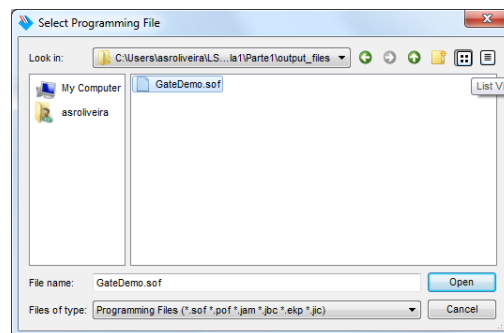

Figura 27 – Seleção do ficheiro de programação da FPGA (ficheiro “*GateDemo.sof*” no sub-diretório “*output_files*” do projeto).
19. Premindo o botão “*Add File*”, abra o ficheiro de programação da FPGA com a configuração relativa ao circuito construído. O ficheiro deverá possuir o nome “*GateDemo.sof*” e encontrar-se no sub-diretório “*output_files*” do projeto (Figura 27).